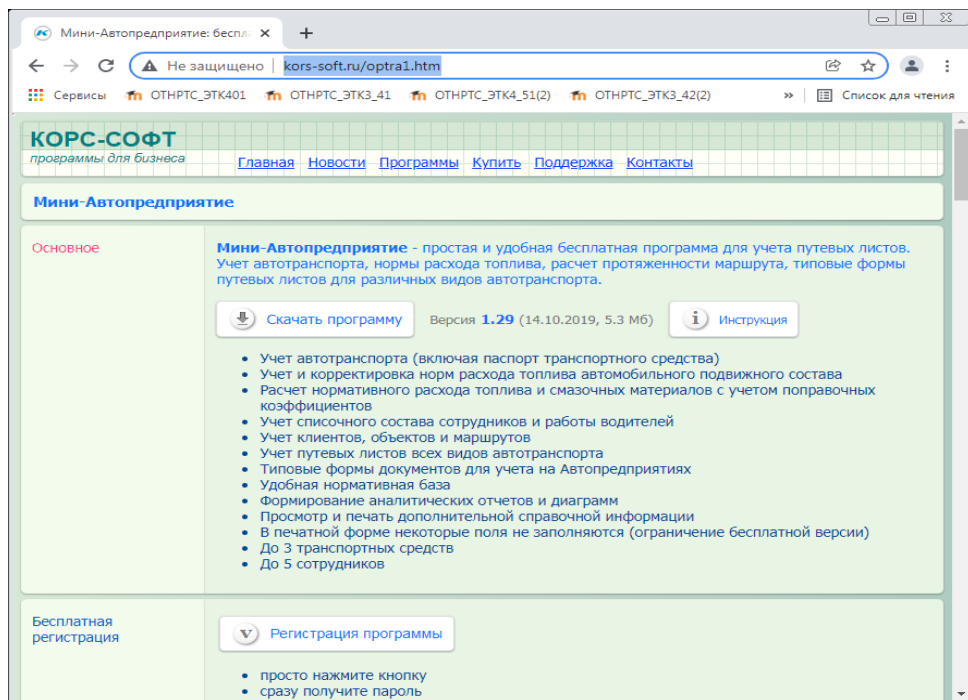

Рисунок 1.1 - Страница установки программы «Мини-Автопредприятие»
- зайти на сайт компании «КОРС-СОФТ», выбрать страницу установки программы «Мини-Автопредприятие» (<http://www.kors-soft.ru/optra1.htm>), скачать установочный файл (см. рисунок 1.1);